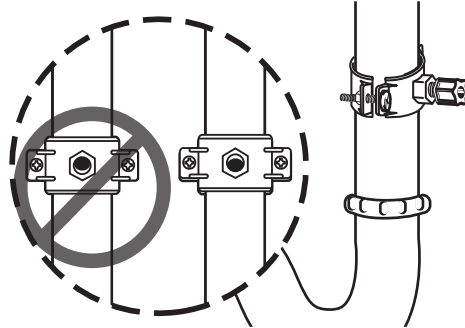

Figure 23
6. Asegúrese de que la junta de caucho negro esté adherida al interior de la abrazadera de desagüe y coloque la abrazadera de desagüe sobre el orificio perforado. Mire a través del orificio y posicione la abrazadera para que el centro del orificio de la abrazadera sea apenas más alto (alrededor de 1/16") que el centro del orificio perforado, vea la Figure 23. Apriete la abrazadera firmemente.